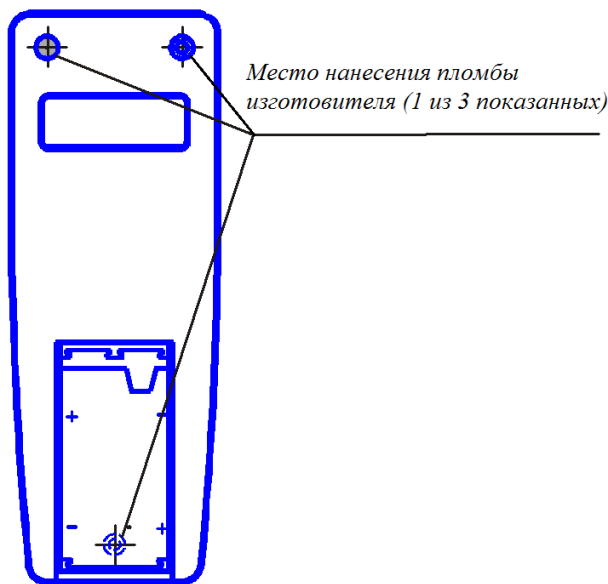

Рисунок 2 – Место нанесения пломбы изготовителя на ДД
**Внимание!** Не следует повреждать пломбу изготовителя, так как при нарушении этой пломбы гарантийные обязательства на ДД не распространяются. Пломбой изготовителя опломбирован один из винтов корпуса ДД (см. рисунок 2).